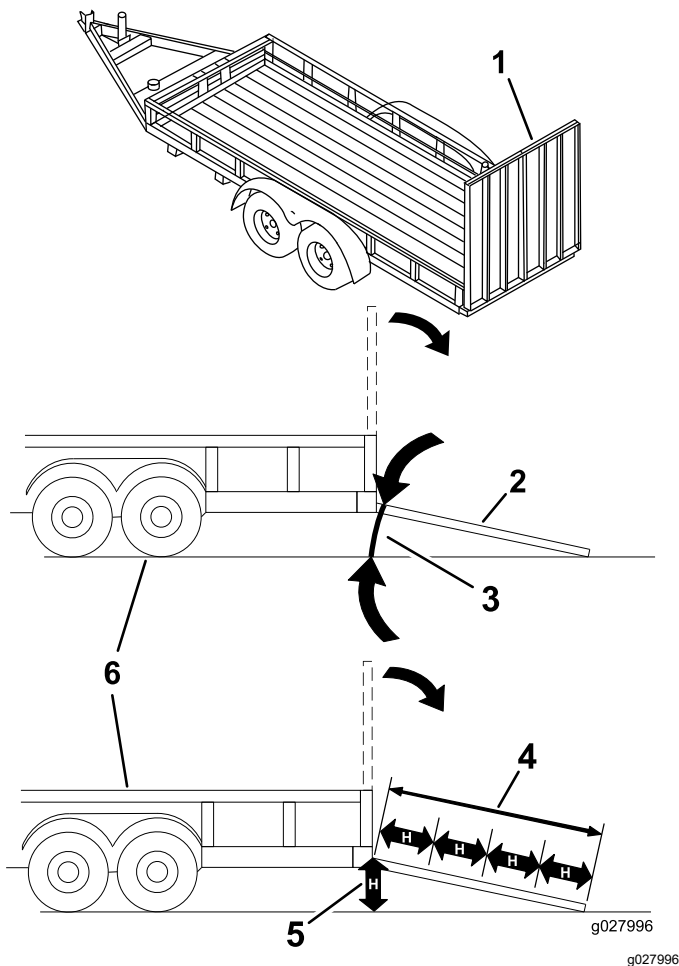

Figura 32
Colocar uma máquina num reboque ou camião aumenta a possibilidade de capotamento e pode provocar graves ferimentos ou morte (Figura 32).
1. Baixe a rampa, certificando-se de que o ângulo entre a rampa e o solo não é superior a 15 graus (Figura 32).